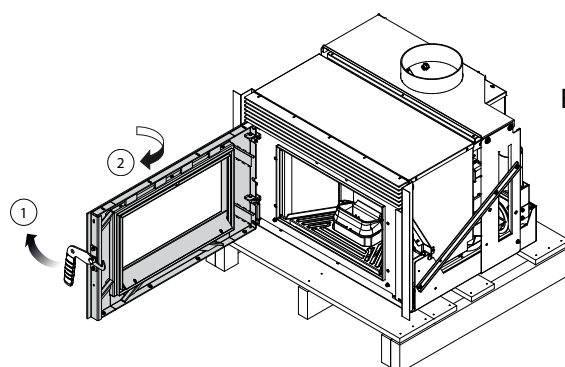

Fig. 6.1.1
3. Die Tür öffnen (Abb. 6.1.1);